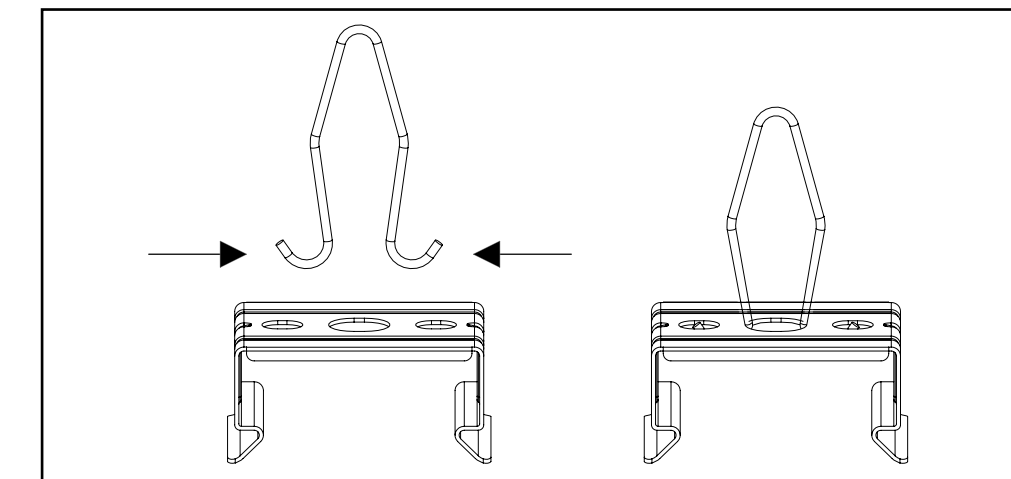

Figure 5.
5. Appuyez sur le crochet en V (B) par les côtés et passez-le dans le trou central du support. Assurez-vous que les pattes du crochet sont insérées dans les trous latéraux, situés sur la face supérieure du support de montage (figure 5). En cas de montage avec une chaîne (fournie par d'autres), fixez la chaîne à la structure (fournie par d'autres) et passez-la dans le crochet en V (B).